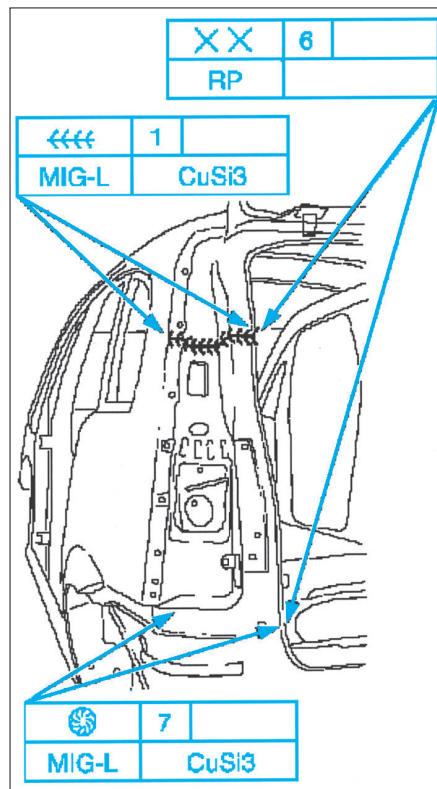

FIG. 61
- Souder la tôle de feu arrière (Fig. 61).